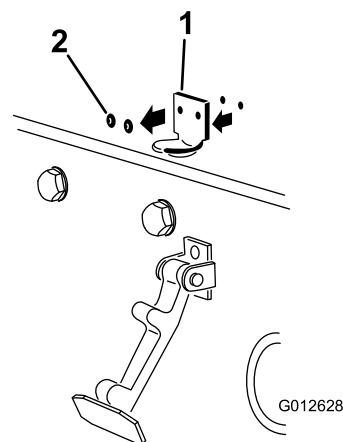

Figura 4
2. Demontujte 2 nýty upevňující držák západky ke kapotě (Figura 4).